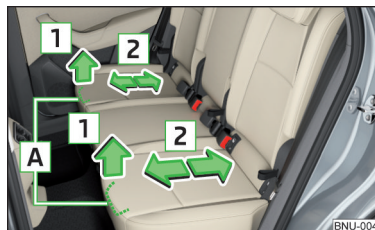

Fig. 84 Ajuste de los asientos en dirección longitudinal
- Tirar de la palanca **A** en la dirección de la flecha **1** y deslizar el asiento en la dirección deseada en la dirección de la flecha **2** » fig. 84. Después de soltar la palanca de mando tiene que encajar el enclavamiento de forma audible.
- Desplazar hacia atrás el asiento hasta el tope » fig. 84 de la pág. 88.